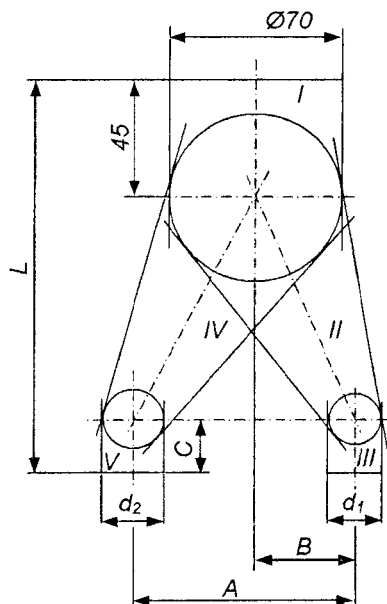

Рис. 14.6. Графическая часть условия к графической работе №9^а «Развертка воздуховода»
1. По заданным в таблице 14.1 размерам своего варианта построить по рис. 14.6 фронтальные и горизонтальные проекции трех сфер и фронтальные проекции трех цилиндрических участков I, III, V воздуховода, описанных вокруг этих сфер.